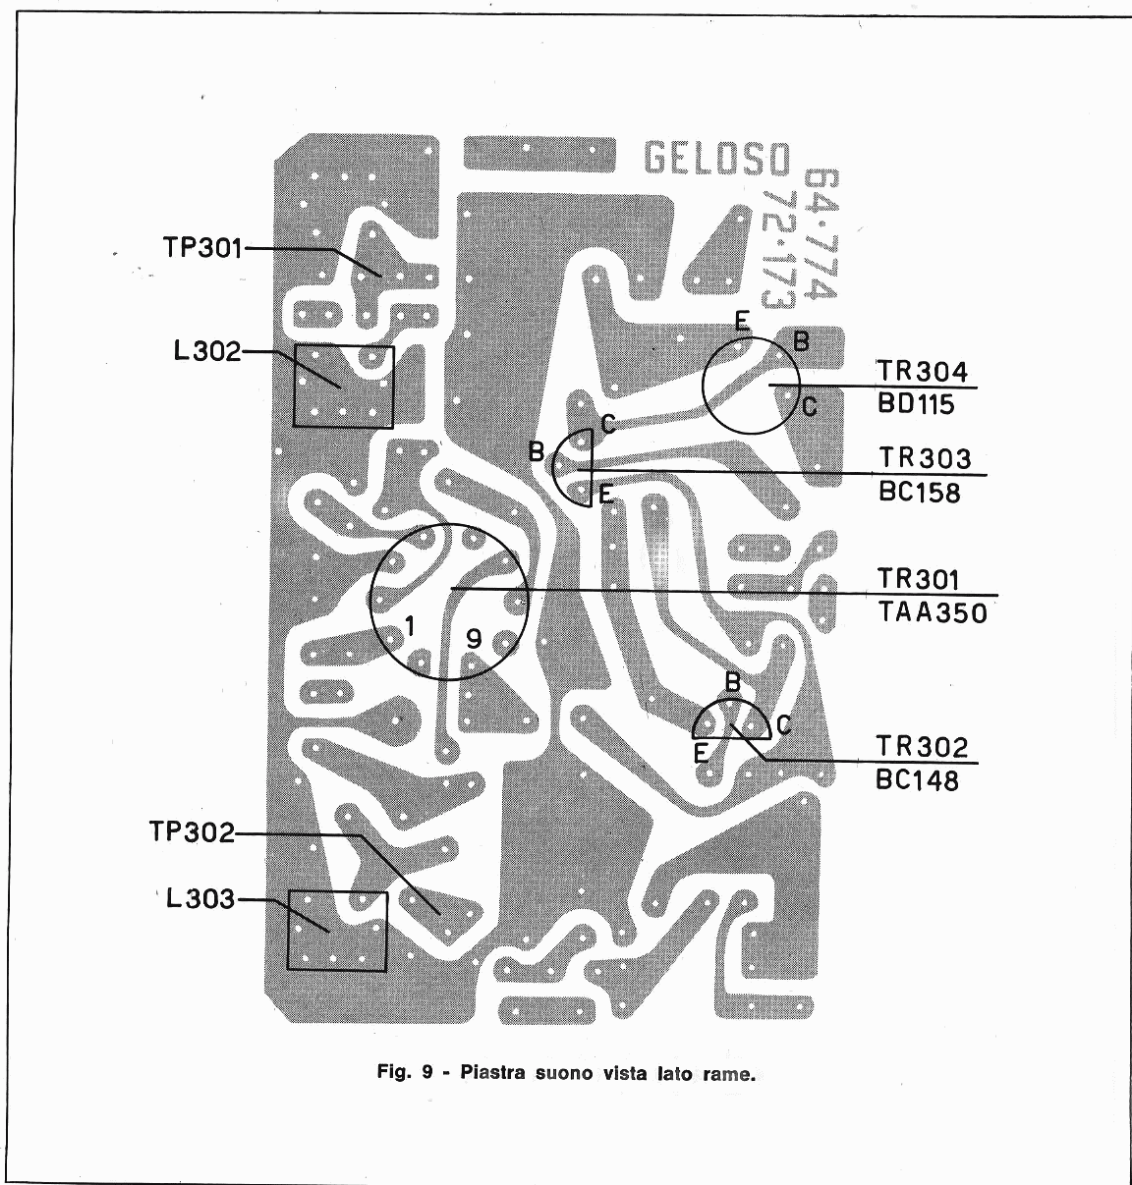

Fig. 9 - Piastra suono vista lato rame.
a) Utilizzando la nota fissa che trasmette la stazione RAI in presenza del monoscopio; collegando un millivoltmetro ai capi dell'altoparlante si regola la bobina L 303 per la minima uscita e la L 302 per il minimo rumore di fondo (fig. 9).
il segnale di ingresso deve essere circa di $100 \mu V$. con deviazio 225 KHz. (fig. 9).